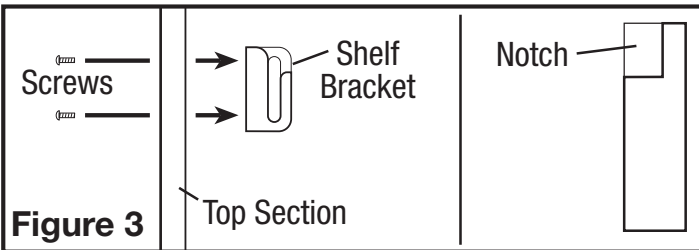

Figure 3
3. **Optional Shelves:** Before installing the top section of the back splash, the shelf brackets and shelves must be installed. Install one of the outer shelf brackets by securing it from the back side of the back splash with the included screws, through the predrilled holes. Make sure the notched side of the bracket is facing outward (**Figure 3**).
3. **Tablettes optionnelles** : Avant d'installer la section du dessus du dossieret, les supports de tablettes et les tablettes doivent être installés. Installer un des supports extérieurs de tablette en le fixant de l'arrière du dossieret avec les vis comprises, au travers des trous pré-perçés. Assurez-vous que le côté cranté du support fait face vers l'extérieur (**Figure 3**).
- Figure 3**